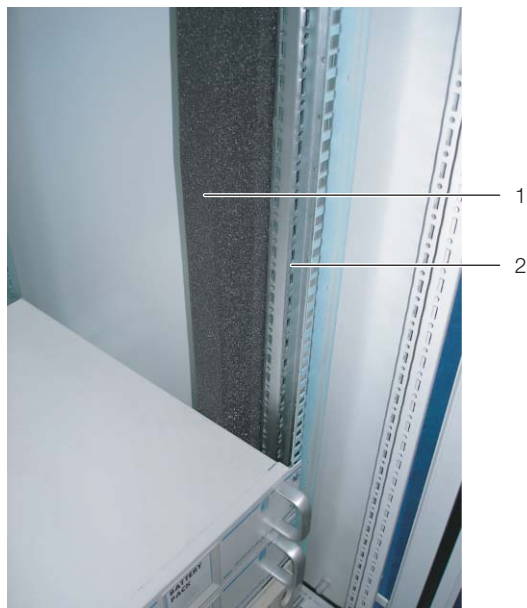

Рис. 22: Поролоновые полосы на одном профиле серверного шкафа
- Закрепите более широкую (Арт. № 3301.370 / 3301.320) из двух поролоновых полосок, являющихся комплектующими Liquid Cooling Package, снаружи на одном из передних профилей серверного шкафа (рис. 22). Обратите внимание на то, чтобы эти полоски были размещены с той стороны шкафа, с которой будет установлен Liquid Cooling Package.
- При установке Liquid Cooling Package только с одной стороны: закрепите более узкую (Арт. № 3301.380 / 3301.390) из двух поролоновых прокладок, являющихся комплектующими Liquid Cooling Package, снаружи на одном из передних профилей серверного шкафа (рис. 22). Обратите внимание на то, чтобы эти полоски были размещены с той стороны шкафа, с которой будет установлена боковая стенка.